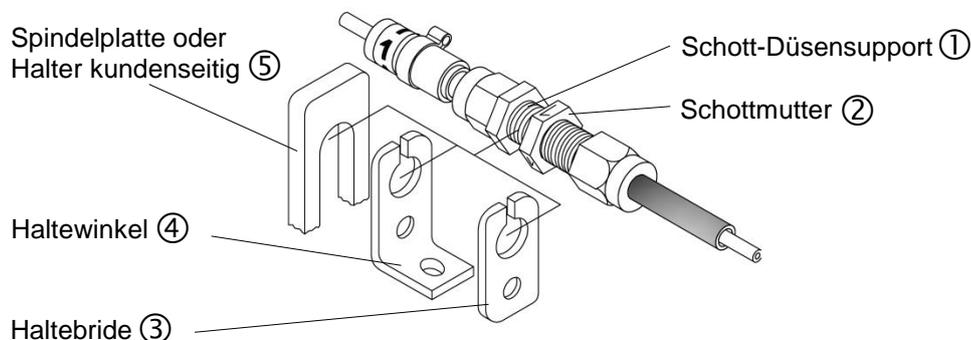

Abb. 5: Schott-Düsen Support
- 4.5 Der Schott-Düsen Support (Abb. 5 ① M10x1, Klemmlänge $s \leq 10$ mm) wird durch die Schottmutter (Abb. 5 ②) nahe am Einsatzort z.B. in einer Spindelplatte (Abb. 5 ⑤ kundenseitig) fixiert oder über eine Haltebride (Abb. 5 ③ Option) resp. Haltewinkel (Abb. 5 ④ Option) befestigt, so dass die Düse richtungsoptimal und mit möglichst geringem Abstand zur Schmierstelle resp. Bedarfspunkt (z.B. auf das Werkzeug) ausgerichtet werden kann (siehe TECHNISCHE SPEZIFIKATIONEN "Düsen Support" und "Schmierfilmauftrag", separat).